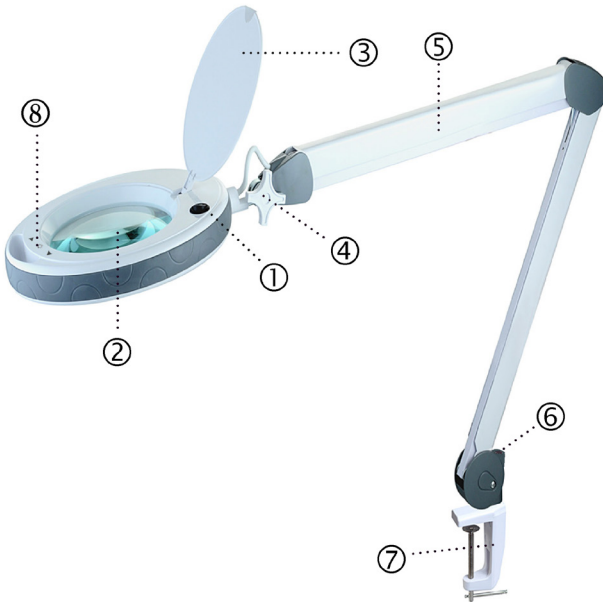

Abbildung 1: *Aufbau der LED-Lupenleuchte*
4. Fixieren Sie den Kopf mit der Fixierschraube (4, Abbildung 1).
5. Schließen Sie das mitgelieferte Netzteil an die Netzteilbuchse (6, Abbildung 1) der LED-Lupenleuchte an.
Lösen Sie die Fixierschraube (4, Abbildung 1), legen Sie den gewünschten Winkel fest und ziehen Sie die Fixierschraube wieder an.